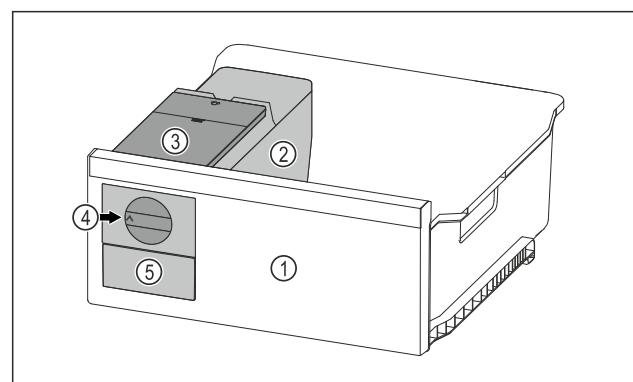

Fig. 179 例图
- 将旋钮 Fig. 179 (4)顺时针转动到底。
- 冰块从方块冰盘落入冰块抽屉 Fig. 179 (5)中。